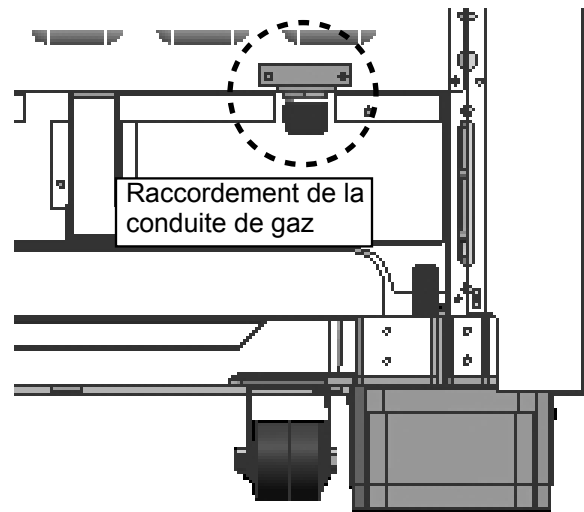

FIGURE 12: RACCORDEMENT DU CONNECTEUR DE LA CONDUITE DE GAZ
- Utilisez un tuyau à gaz souple de ¾ po (19 mm) entre l’approvisionnement en gaz et le tuyau d’arrivée de l’appareil, lequel est situé à l’arrière de l’appareil, en bas à droite. Le filetage externe du tuyau d’arrivée de gaz de l’appareil est de type NPT ¾ po (19 mm) et le filetage interne est de type NPT ½ po (13 mm) (voir Figure 12). Prenez garde de ne pas sertir le tuyau souple de ¾ po (19 mm) en le pliant. La longueur recommandée pour le tuyau souple est de 48 po (1219 mm). Veuillez toutefois consulter les codes locaux pour en connaître les exigences avant de procéder à l’installation.